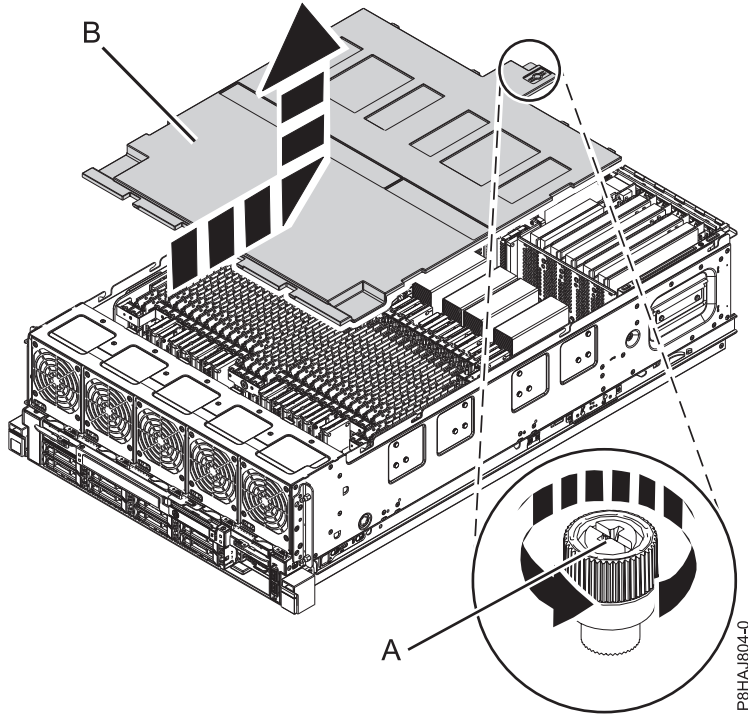

Figura 33. Extracción de la cubierta de seguridad
2. Afloje el tornillo de mano (A) situado en la parte posterior de la cubierta, girándolo en la dirección que se muestra en la Figura 33 en la página 48.
3. Deslice la cubierta de seguridad (B) hacia la parte posterior del sistema. Cuando la parte frontal de la cubierta se haya separado del reborde superior del chasis, levante la cubierta hacia arriba y fuera del sistema.